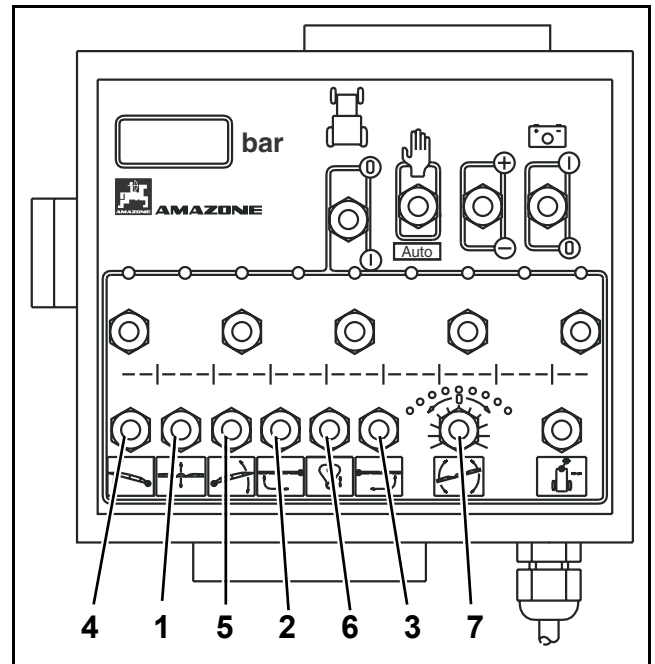

Fig. 8.66
- En actionnant l'interrupteur (Fig. 8.66/1) correspondant à la fonction montée/descente hydraulique, montez la rampe à mi-hauteur.
- Maintenez les interrupteurs (Fig. 8.66/2 et Fig. 8.66/3) sur la position "dépliage" tout le temps nécessaire à ce que les deux faisceaux de bras soient abaissés et que tous les tronçons de rampe soient dépliés. Les vérins hydrauliques se chargent respectivement à verrouiller la rampe en position de travail.
- Maintenez les interrupteurs (Fig. 8.66/2 et /3) sur la position "dépliage" tout le temps nécessaire à ce que les deux faisceaux de bras soient abaissés et que tous les tronçons de rampe soient dépliés. Fig. 8.66 Les vérins hydrauliques se chargent respectivement à verrouiller la rampe en position de travail.
- Maintenez les interrupteurs (Fig. 8.66/4 et Fig. 8.66/5) sur la position "abaisser" jusqu'à ce que les deux faisceaux de bras de rampe soient en position basse horizontale.
Maintenez les interrupteurs (Fig. 8.66/2 et Fig. 8.66/3) sur la position "déplier" tout le temps nécessaire à ce que tous les tronçons de rampe soient totalement dépliés. Les vérins hydrauliques se chargent respectivement à verrouiller la rampe en position de travail.